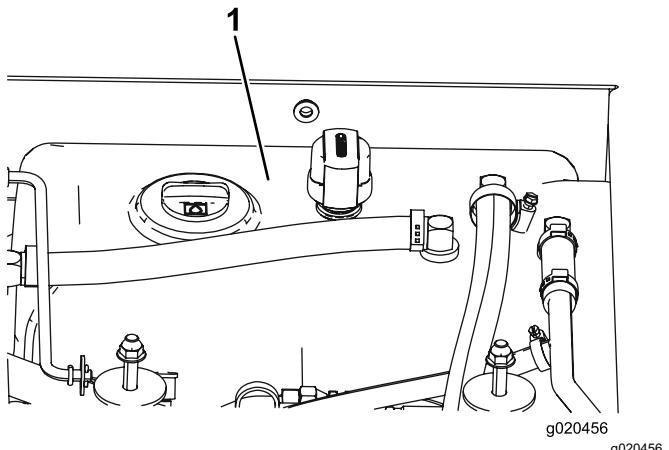

Figura 116
4. Riempite il serbatoio (Figura 116) di fluido idraulico; fate riferimento a Specifiche del fluido idraulico \(pagina 79\).